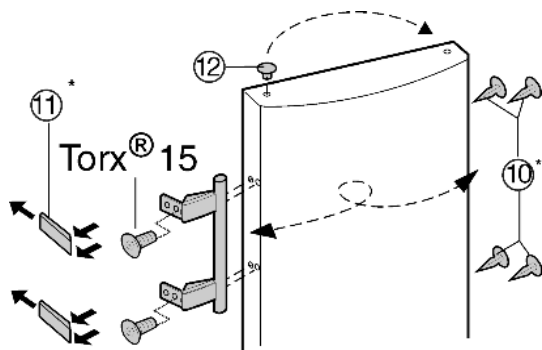

Fig. 8
- ▶ Lyft ut pluggen Fig. 8 (12) från dörrlagerbussningen och flytta den.
- ▶ Demontera handtag, pluggar Fig. 8 (10) och tryckplattor Fig. 8 (11) och flytta dem till den motsatta sidan.